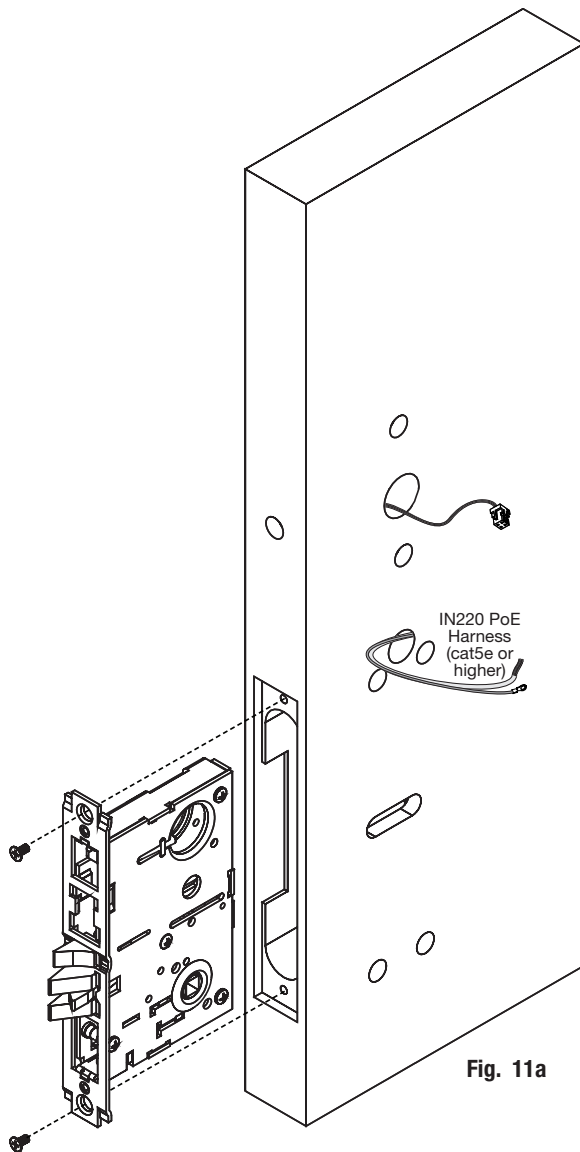

Fig. 11a
- Insert lock body (Fig. 11a) .